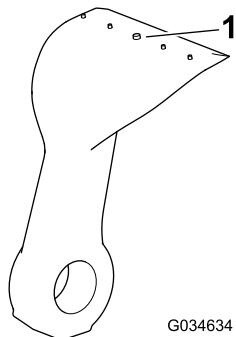

Figura 79
- Inspeccione cada cuchilla en busca de desgaste excesivo usando la línea de desgaste (Figura 79). Si una cuchilla está desgastada hasta la línea de desgaste, cambie la cuchilla.